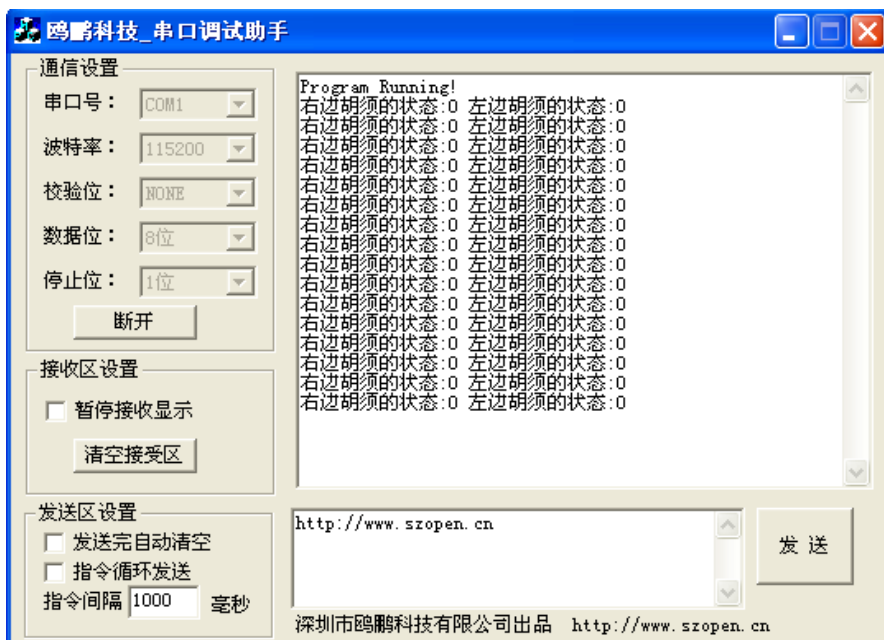

图 4.11 左右胡须均碰到
- 同时把两个胡须接到各自的 3-pin 转接头上，显示为：“右边胡须的状态:0 左边胡须的状态:0”，如图 4.11 所示。